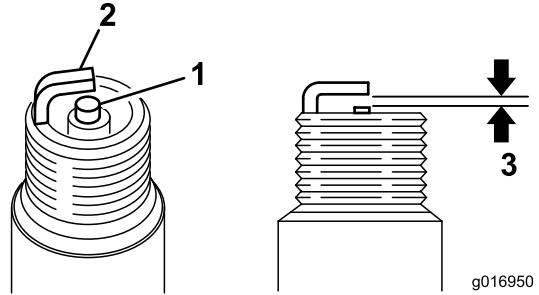

图35
3. 将空隙设定为 0.6~0.7mm (图35)。安装已设定正确空隙的火花塞, 拧紧到 23Nm。